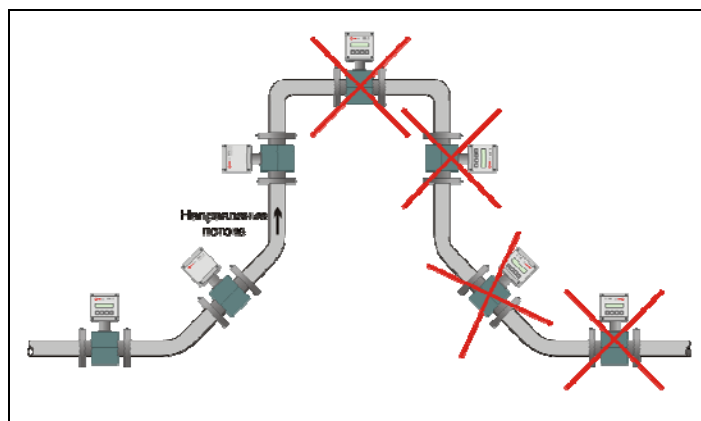
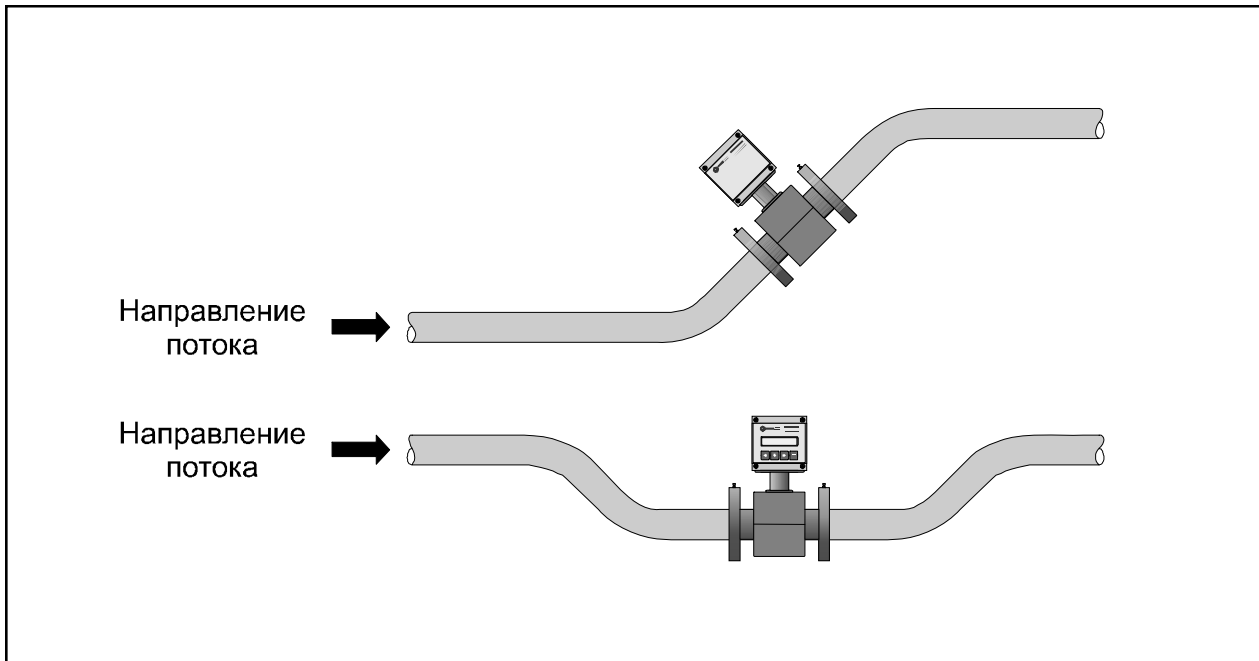

Рисунок 3 — Варианты установки датчика расхода
Рисунок 4 — Рекомендуемое размещение датчиков расхода на горизонтальном трубопроводе
2.2.2.2 Первичный преобразователь (датчик) расхода устанавливается в соответствии со стрелкой, указывающей направление потока, на горизонтальном, вертикальном или наклонном трубопроводе при условии, что весь объем трубы первичного преобразователя в рабочих условиях заполнен измеряемой средой (рисунок 3), а ось, соединяющая электроды датчика расхода горизонтальна (рисунок 4). Горизонтальность проверяется визуальным осмотром. Как исключение, возможно отклонение оси электродов от горизонтальной линии в случае гарантированного исключения образования газовой прослойки вблизи электродов, которая может препятствовать нормальной работе датчика расхода.
2.2.2.5 В случае горизонтальной установки рекомендуется размещать датчик расхода в наиболее низкой или на восходящей для потока наклонной части трубопровода (рисунок 4), где проточная часть датчика расхода будет полностью заполнена жидкостью с наибольшей вероятностью.